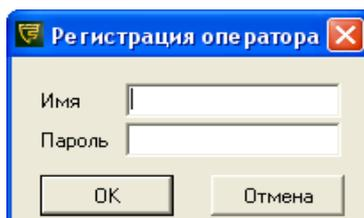

Рисунок 4.1
4.2.5 Нажмите кнопку мыши или клавишу Enter для запуска программы **FortPost-M**. На экране появится окно входа в систему (рисунок 4.1).
- «Смена оператора». Для смены оператора системы установите указатель мыши на подпункт «Смена оператора» и нажмите левую кнопку мыши, появится окно (рисунок 4.1). Введите имя и пароль нового оператора.